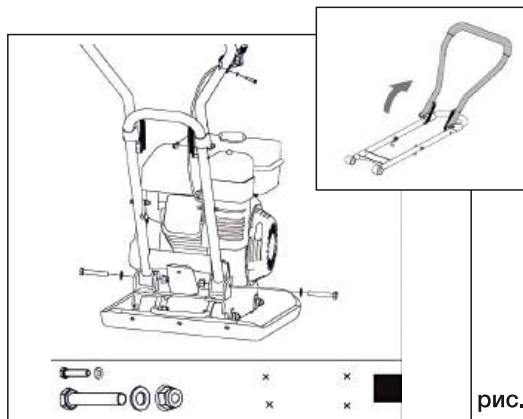

рис. 2
2. Совместите отверстия в нижней части рабочих рукояток и кронштейнах рамы виброплиты. Установите плоские шайбы, а затем шестигранные болты на внешней стороне и затяните стопорными гайками с внутренней стороны (рис.2)..